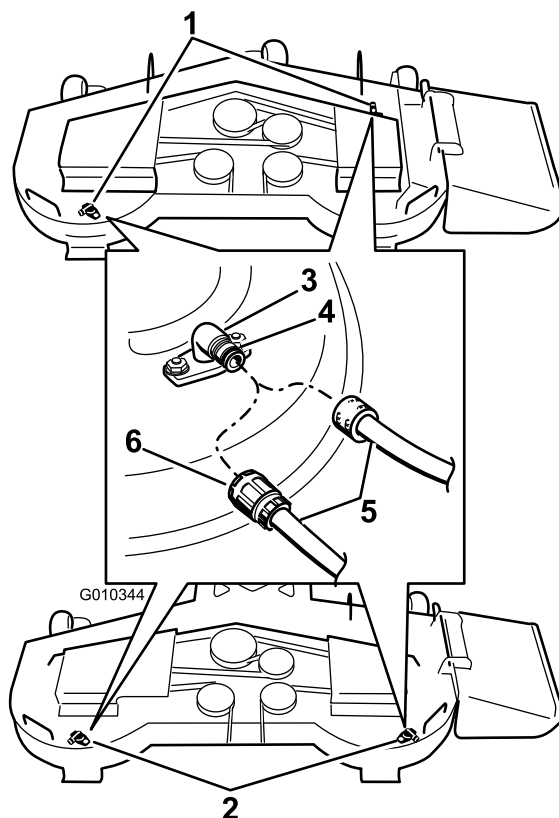

Figura 78
3. Montate il manicotto del tubo flessibile sul raccordo di lavaggio del tosaerba, quindi aprite il rubinetto per erogare un getto forte (Figura 78).